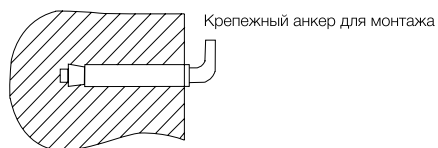

Рис. 2
2. После выбора места монтажа определите места под два крепежных болта с крюками (в зависимости от спецификации выбранного изделия). Прodelайте в стене два отверстия необходимой глубины с помощью сверла размером, соответствующим размеру крепежных болтов, вставьте винты, поверните крюк вверх, плотно затяните гайки, а затем установите на него электрический водонагреватель (см. рис. 2).